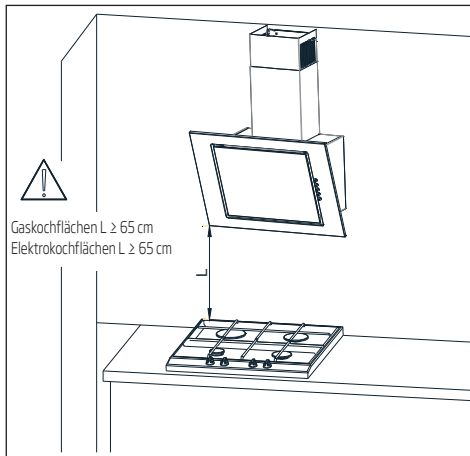
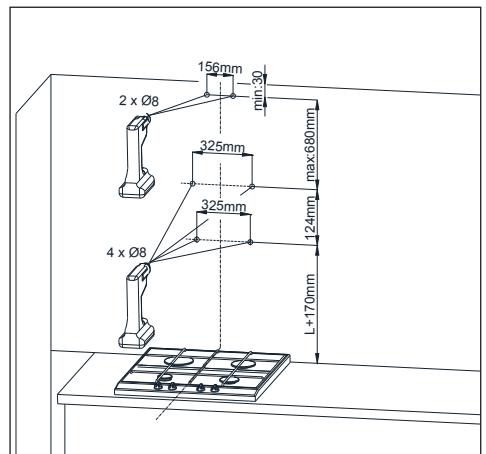
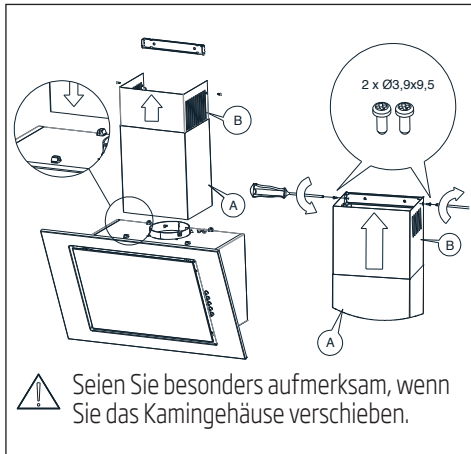

Abb. 3 Empfohlene Abstände zum Kochbereich
Abb. 4 Montageabmessungen
Abb. 9 Montage des Kamingehäuses
Der Mindestabstand zwischen der Oberfläche zum Aufsetzen des Geschirrs auf dem Kochbereich (Gas, Elektroherd) und dem untersten Teil der Haube (Abb. 3) muss bei Elektroherden mindestens 65 cm und bei Gasherden mindestens 65 cm betragen. Wird in der Betriebsanleitung des Kochfeldes ein höherer Abstand für die Montage der Haube angegeben, so ist dieser höhere Abstand einzuhalten. Die Installation der Haube und des Kamingehäuses ist in den Abbildungen dargestellt (Abb. 4 - Abb. 9). Die Haube ist mit Befestigungsbolzen ausgestattet, die für die meisten Wände und Decken geeignet sind. Beachten Sie bei der Montage die üblichen Regeln für die Abluftableitung aus dem Gebäude.
1. Legen Sie die Achse des Kochfeldes fest und projizieren Sie diese anschließend an die Wand, an der die Haube montiert werden soll. Markieren Sie alle notwendigen Punkte zur Befestigung der Haube. Bohren Sie anschließend die Löcher. (Abb. 4)
Setzen Sie das Kamingehäuse auf das Haubengehäuse auf. Ziehen Sie dann das mit B gekennzeichnete Teil der Haube vorsichtig nach oben, bis es mit dem zuvor an der Wand befestigten Befestigungselement verschraubt werden kann (Abb. 9).